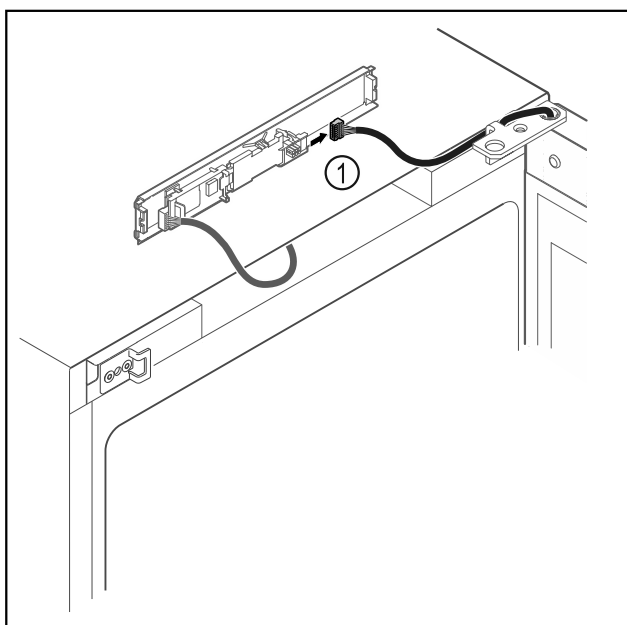

Fig. 10
- ▶ Vytáhněte zástrčku Fig. 10 (1) z desky.